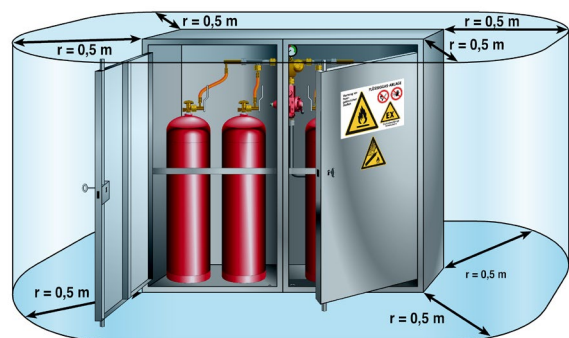

Abb. 5 Kennzeichnung, Geometrische Abmessungen von Gefahrenbereich und Zonen einer Mehrflaschenanlage im Flaschenschrank
- Der Flüssiggasflaschenschrank ist verschlossen und mit den erforderlichen Piktogrammen gekennzeichnet (siehe Abb. 5).
- Die Lagerung von Flüssiggasflaschen erfolgt im Freien, gesichert gegen den unbefugten Zugriff Dritter, z. B. im verschlossenen Flaschenschrank, oder in einem separaten Lagerraum (kein Arbeitsraum) mit ausreichender Belüftung und Kennzeichnung (siehe Abb. 5).